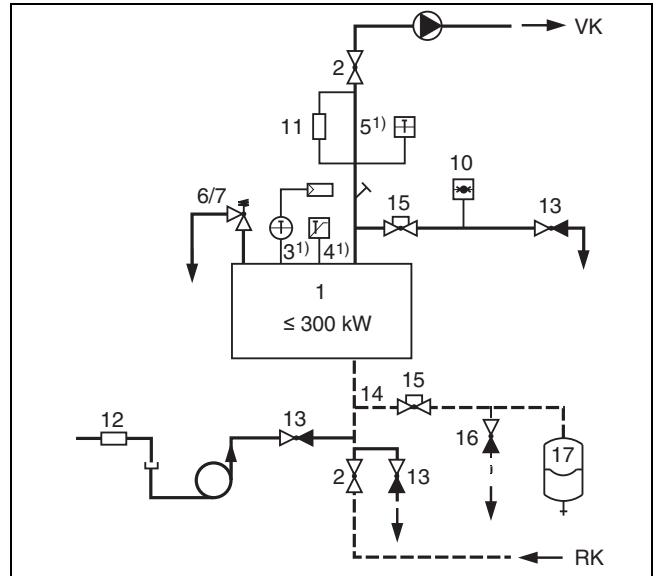

Рис. 37 Приборы безопасности по EN 12828 для котла  $\leq 300$  кВт с STB  $\leq 110^\circ\text{C}$  (прямой нагрев)
- 1) (рис. 37 и 38) базовая комплектация системы управления котла: максимально достигаемая температура подающей линии в сочетании с системами управления Logamatic примерно на 18 К ниже температуры отключения (STB).
**Пояснения к рис. 37 и 38:**